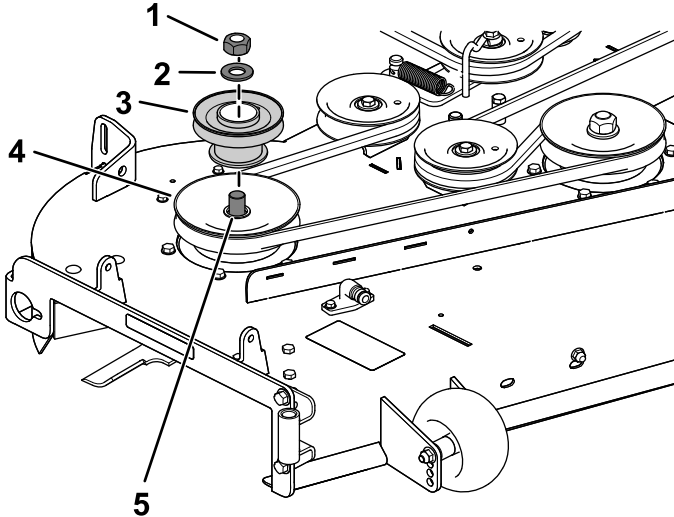

Figura 11
2. Montate il gruppo puleggia sulla puleggia del piatto di taglio di destra con il dado e la rondella rimossi in precedenza (Figura 11).